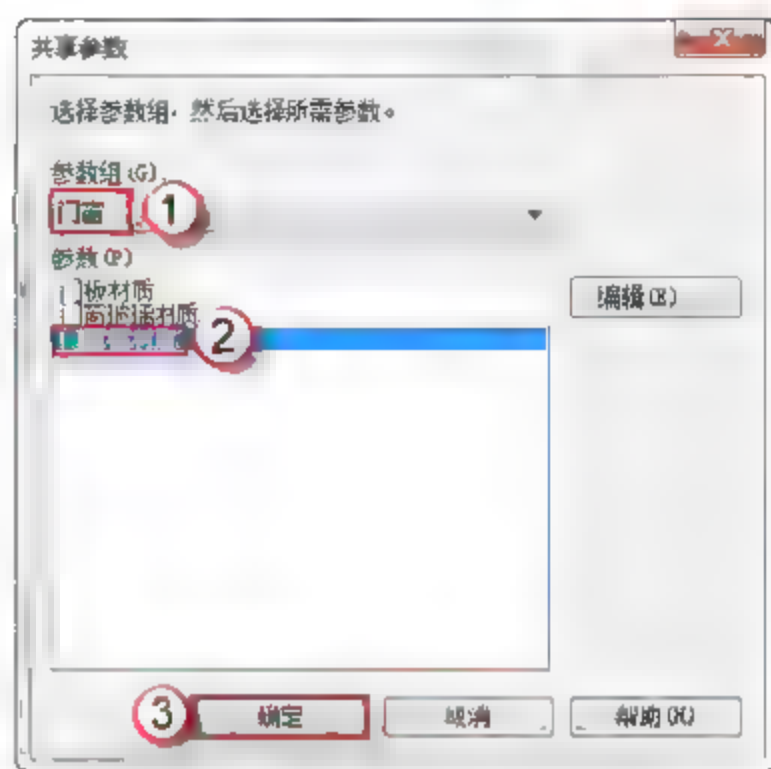

图 6.1.92 添加门窗框材质
(13) 添加门框材质。在门框的“属性”面板中,单击“材质和装饰”栏“材质”右侧的空白按钮,弹出“关联族参数”对话框,单击“添加参数(D)”按钮,弹出“参数属性”对话框,选中“共享参数”单选按钮,单击“确定”按钮,弹出“共享参数”对话框,在“参数组(G)”下拉列表框中选择“门窗”选项,在“参数(P)”列表框中选择“门窗框材质”选项,单击“确定”按钮,如图 6.1.92 所示。